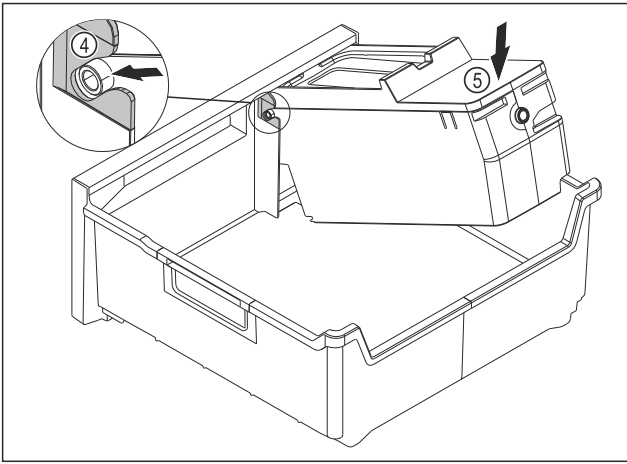

Fig. 110
- ▶ EasyTwist-Ice-Korpus montieren: Achsen des EasyTwist-Ice-Korpus in die Führungen Fig. 110 (4) einschieben.
- ▶ EasyTwist-Ice-Korpus Fig. 110 (5) hinten nach unten drücken.